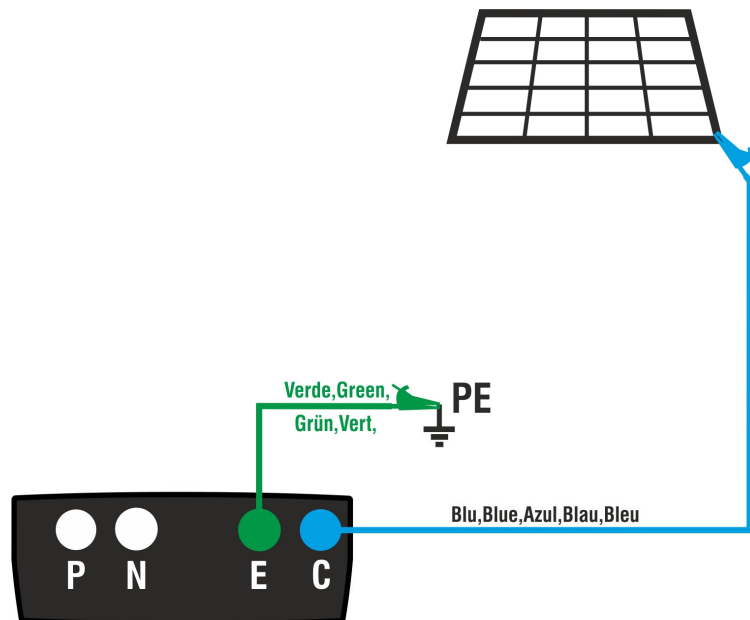

Abb. 6: Verbindung des Geräts für den Durchgangstest an Strukturen der PV-Anlage
5. Verbinden Sie das Gerät mit dem zu messenden PV Modul/String und mit dem Haupt-Erdungsknoten des Systems, wie in der Abb. 6
8. Verbinden Sie das Gerät mit dem zu messenden PV Modul/String und mit dem Haupt-Erdungsknoten des Systems, wie in der Abb. 6